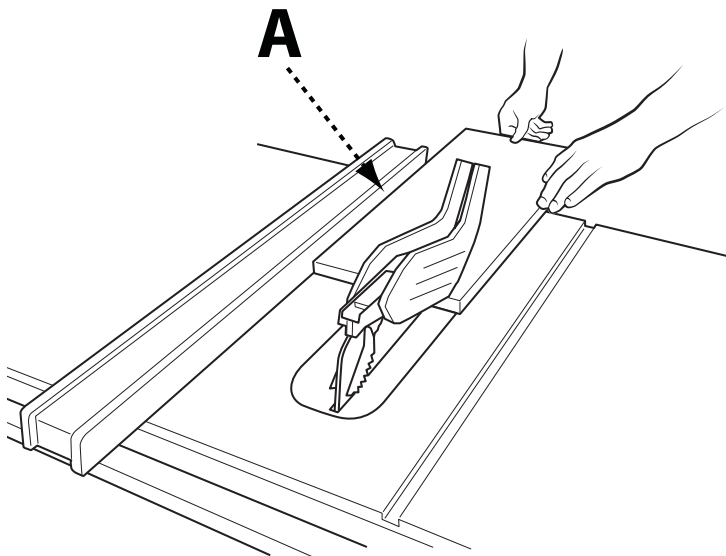

FIGURA 13
8. Ponga la pieza plana en la mesa y contra la guía (A). La pieza debe tener un canto plano contra la guía y no debe estar deformada, torcida o arqueada. La posición correcta de las manos se indica en la Figura 13.